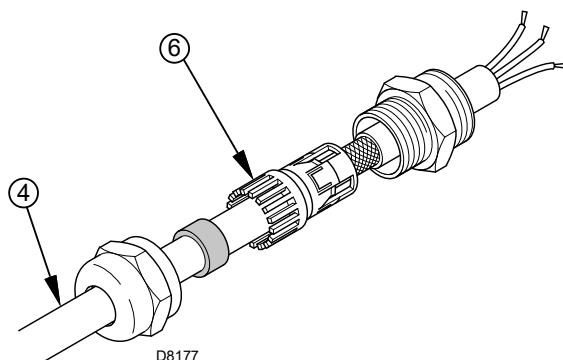

Fig. 22
- Effectuer le blindage du câble 4) provenant du VSD (Inverter) comme illustré sur la Fig. 22, en utilisant le raccord 6) ;